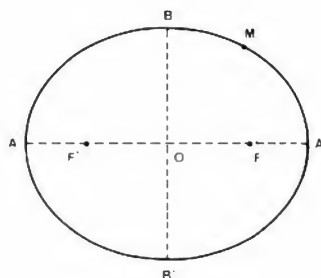

FIGURE 1.
**a) L'ellipse :** Nous débuterons par une définition. L'ellipse, c'est le lieu des points d'un plan tels que la somme de leurs distances à 2 points fixes du plan,  $F$  et  $F'$ , appelés foyers, soit égale à une longueur constante donnée :  $2a$  (fig. 1).